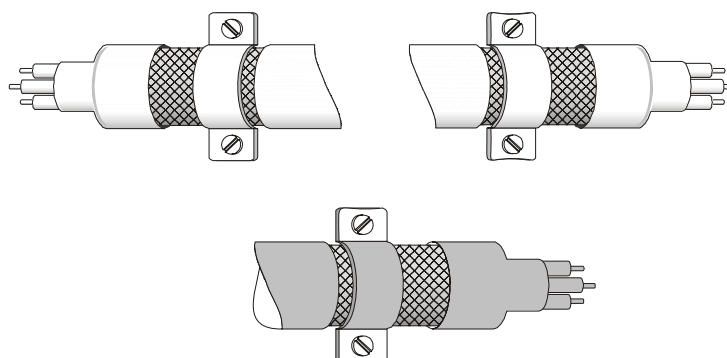

图 2
- ☑ 马达线的隔离铜网与金属板的连接方式需正确，应将马达线两端的隔离铜网使用 **U** 型金属配管支架与金属板固定，正确连接方式请见图 2 正确的连接方式。